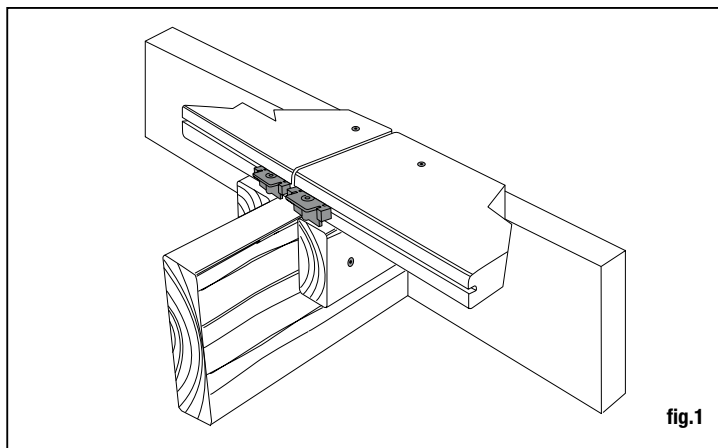

fig.1
- Doublez la solive ou utiliser un calage lorsque deux extrémités de planche se rencontrent (fig. 1).